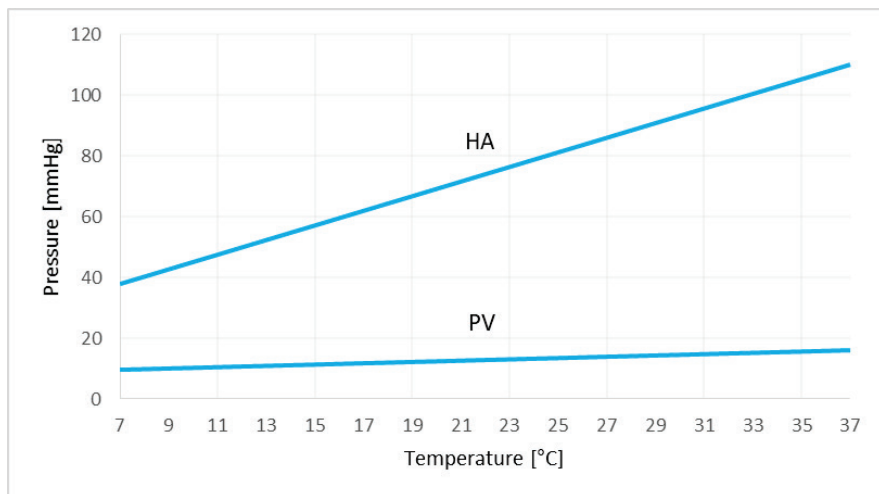
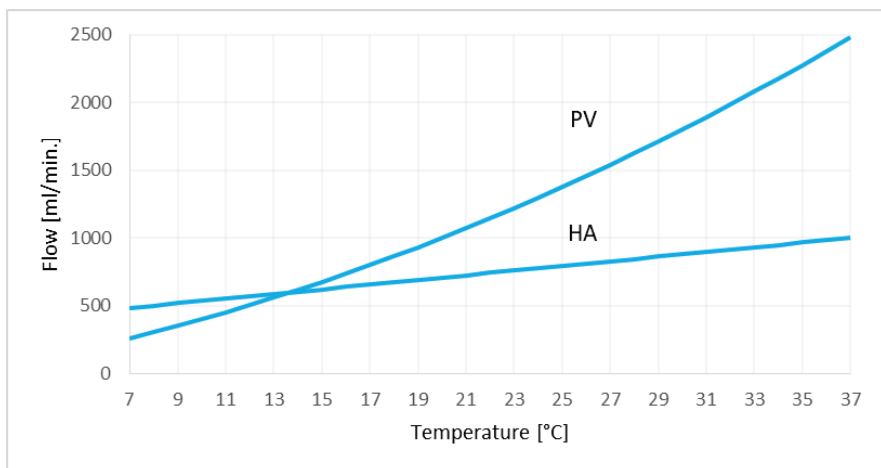

Figura 30 Limites de pressão em diferentes temperaturas
Figura 31 Limites de fluxo em diferentes temperaturas
- Coloque o campo estéril adicional sobre o reservatório e certifique-se de que a orientação esteja correta, conforme identificado pelas marcações HA e PV em cada lado da etiqueta (veja a Figura 30).
O Liver Assist está equipado com limites dependentes de temperatura para fluxo e pressão para prevenir danos ou perda de órgãos. Esses valores são pré-definidos e não podem ser alterados. Caso um limite seja alcançado, o dispositivo reduzirá a velocidade de bombeamento para manter uma perfusão segura. Pressões permitidas em diferentes temperaturas são mostradas na Figura 30. Fluxos permitidos em diferentes temperaturas são mostrados na Figura 31.